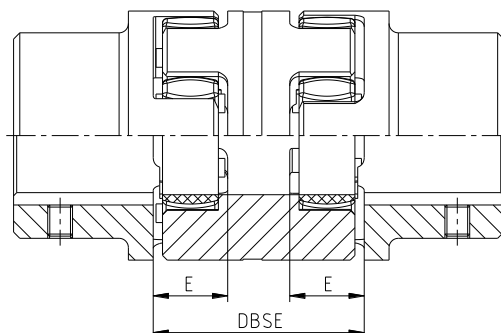

Bild 16: Kupplungseinbau
- Verschieben Sie die Aggregate in axialer Richtung, bis das E-bzw. DBSE-Maß erreicht ist (siehe Bild 16).
- Richten Sie den Zahnkranz mittig zwischen den Naben aus und überprüfen Sie das E- und DBSE-Maß (siehe Bild 16 und Kapitel 1).